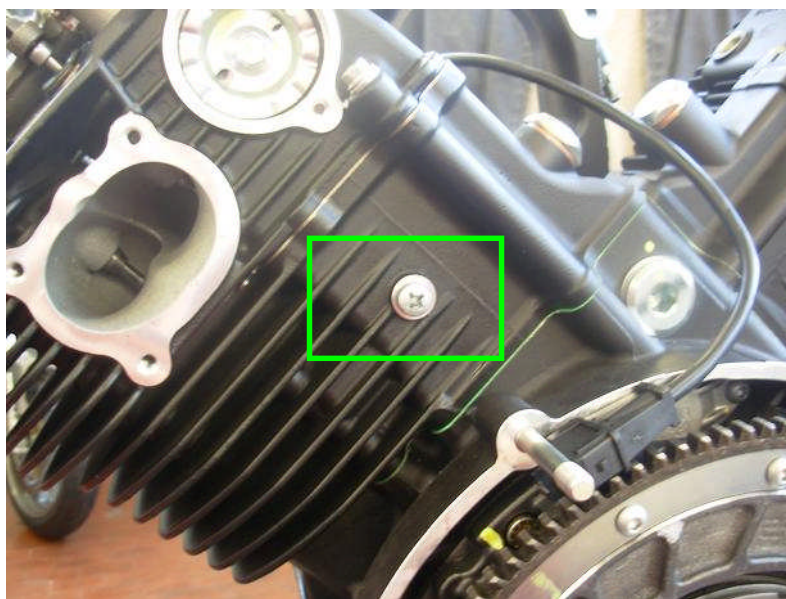

Fig. 1
- 2) Rimuovere la vite di chiusura foro rilascio tendicatena visibile sulla parte esterna del cilindro (fig. 1) (***circolanti e stock***)